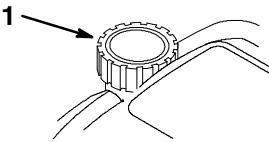

Figure 33
8. Remplissez le réservoir d'essence fraîche et propre (Fig. 33).